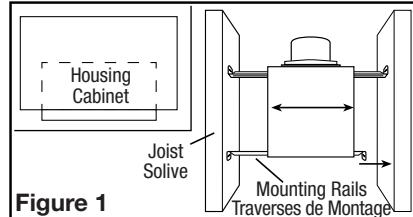
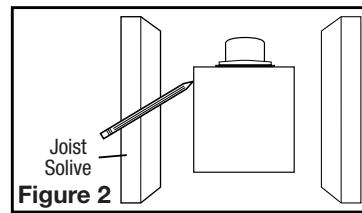

Figure 1
Figure 2
- Install the rails into the mounting channel on the housing. Center the mounting channel in the slots on the housing, then from inside the housing tighten the mounting channel nuts so the channel is securely in place. Position the housing next to the joist. Line up housing so that it will be flush with the finished ceiling. Secure the ends of the rails with screws or nails (not included) to the joists and slide the housing into the final position (**Figure 1**).
- Set housing in position between the joist and trace an outline onto the ceiling material (**Figure 2**). Set housing aside and cut opening, being careful not to cut or damage any electrical or other hidden utilities. Install the rails into the mounting channel on the housing. Center the mounting channel in the slots on the housing, then from inside the housing tighten the mounting channel nuts so the channel is securely in place. Position the housing in the previously cut hole so that it is flush with the finished ceiling. Secure the ends of the rails to the joists (**Figure 1**).
- Installez les rails dans le canal de montage sur le boîtier. Centrez le canal de montage dans les fentes sur le boîtier, puis de l'intérieur du boîtier, serrez les écrous de montage de sorte que le canal soit bien en place. Placez le boîtier à côté de la solive. Aligner le châssis pour qu'il soit de niveau avec le plafond fini. Fixez les extrémités des rails aux solives avec des vis ou des clous (non inclus) et glissez le boîtier dans la position finale (**Figure 1**).
- Placer le boîtier en place entre les solives et tracez un contour sur le matériau du plafond (**Figure 2**). Mettez le boîtier de côté et découpez l'ouverture, en faisant attention de ne pas couper ou endommager les installations électriques ou d'autres utilités masquées. Installez les rails dans le canal de montage sur le boîtier. Centrez le canal de montage dans les fentes sur le boîtier, puis de l'intérieur du boîtier serrez les écrous de montage de sorte que le canal soit bien en place. Positionnez le boîtier dans le trou préalablement découpé de sorte qu'il soit aligné avec le plafond fini. Fixez les extrémités des rails aux solives (**Figure 1**).